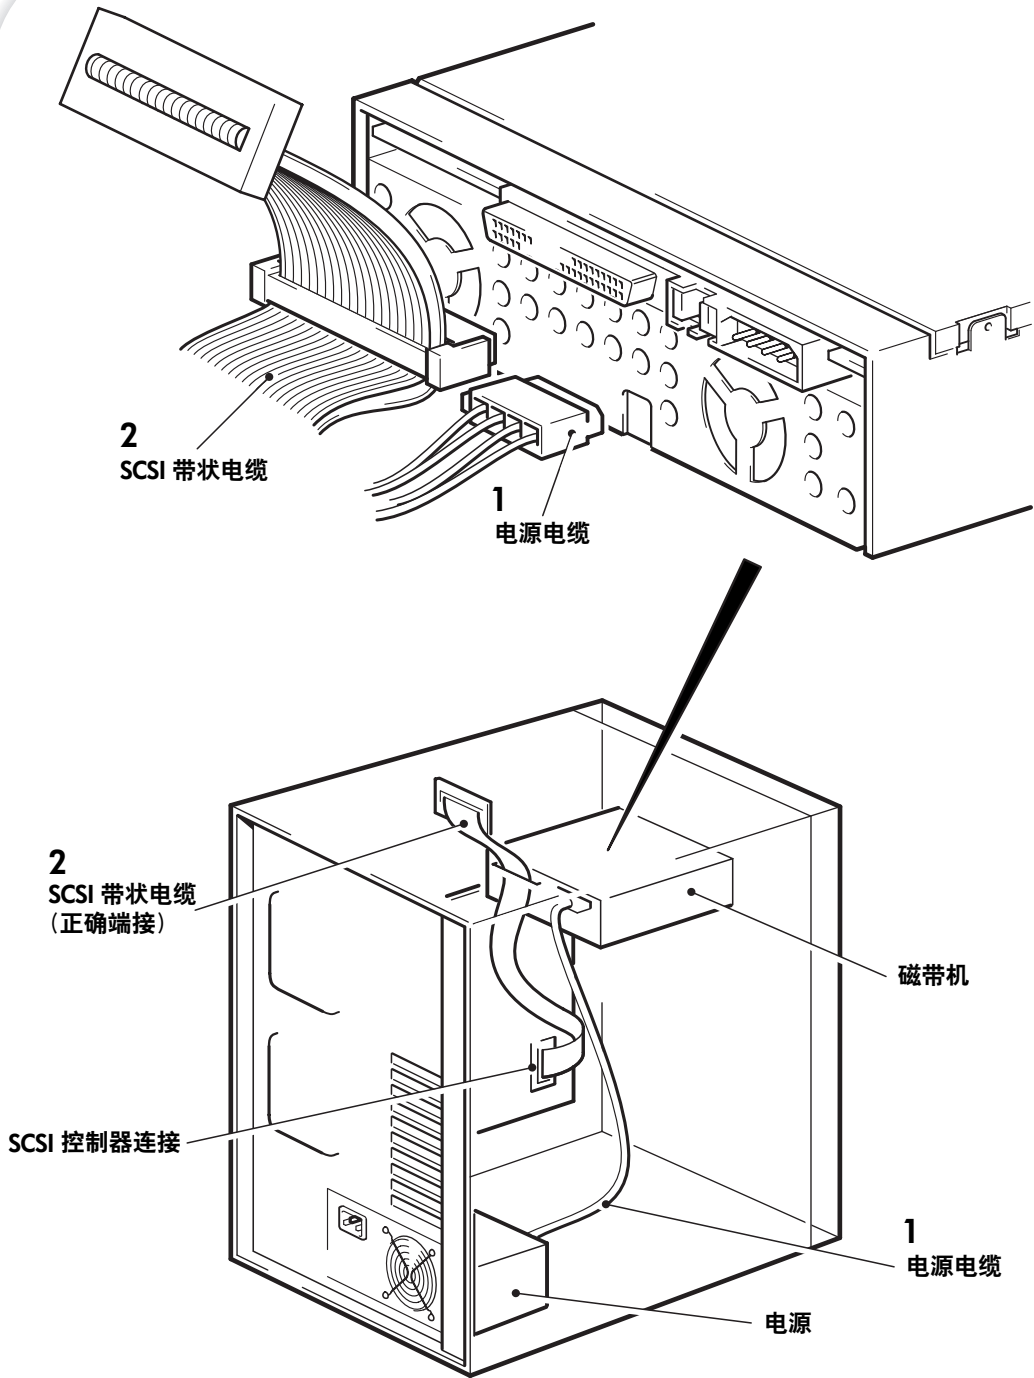

图 7：连接电源和 SCSI 电缆
- 2 如图 7 第 1 项所示，用一根备用电源电缆将服务器的内置电源和电源接口相连。
- 3 如图 7 第 2 项所示，将服务器上的备用接口或 HBA 的 SCSI 带状电缆连接到磁带机的 SCSI 接口。
因此，如果 HBA 是该总线上的第一台设备，应检查第二个端子是否放置在最后一台设备后面，如图 7 中的第 2 项所示。